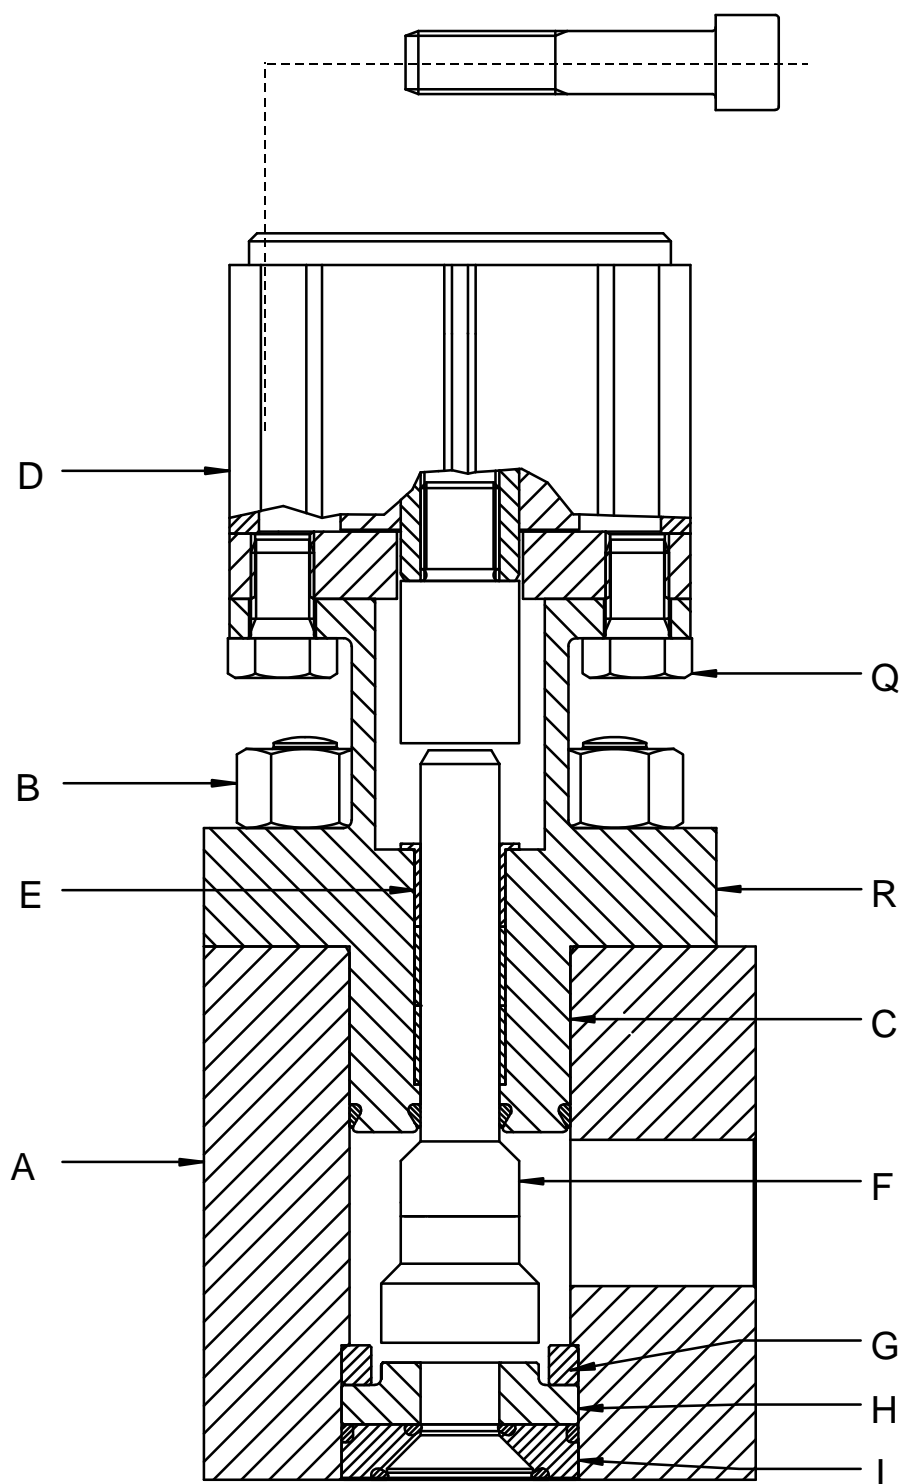

ABBILDUNG 4.5.2
Siehe Abbildung 4.5.2:
Die Steuerung besteht aus einem Pneumatikkolben (D) der normalerweise keine besondere Wartung benötigt (Abbildung 4.5.2).